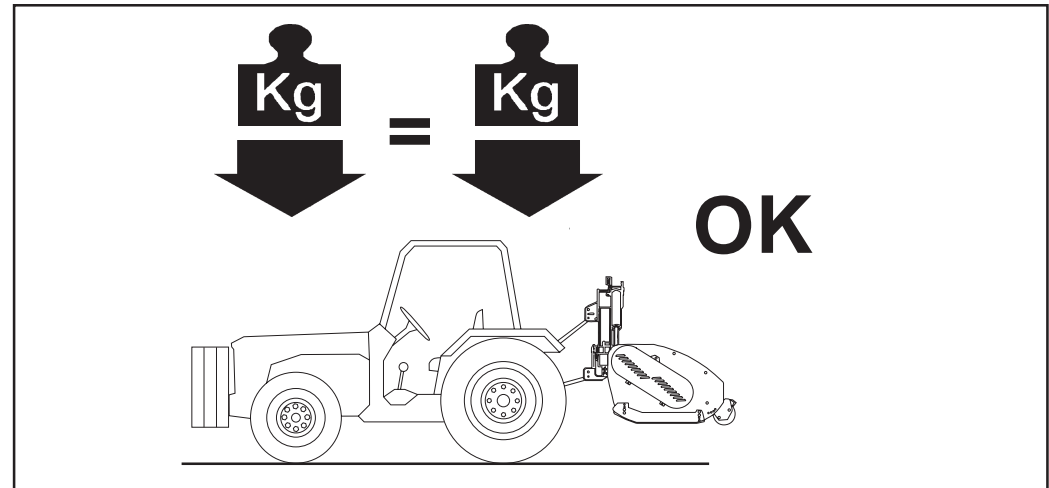

Fig. 5
- 7) L'applicazione della macchina al trattore, comporta una diversa distribuzione dei pesi sugli assi. È consigliabile pertanto aggiungere apposite zavorre nella parte anteriore del trattore in modo da ripartire adeguatamente il peso sugli assi (Fig. 5).
- 7) *Assembly of a implement on the tractor will shift the weights on the axles. It is there fore advisable to add weights to the front part of the tractor in order to balance the weights on the axles themselves (Fig. 5).*
- 7) Der Anbau eines Zusatzgerätes am Schlepper führt zur Verlagerung der Achslasten. Am Schlepper ist daher Frontballast anzubringen, um das Gleichgewicht wieder herzustellen (Abb. 5).
- 7) *L'application d'un équipement supplémentaire au tracteur entraîne une répartition différente des poids sur les essieux. Ajoutez donc les masses de lestage nécessaires à l'avant du tracteur de manière à équilibrer les poids (Fig. 5).*
- 7) La aplicación de un equipo adicional al tractor, implica una distribución del peso distinta sobre los ejes. Es aconsejable por lo tanto agregar oportunos contrapesos en la parte delantera del tractor para así equilibrar los pesos sobre los ejes (Fig. 5).